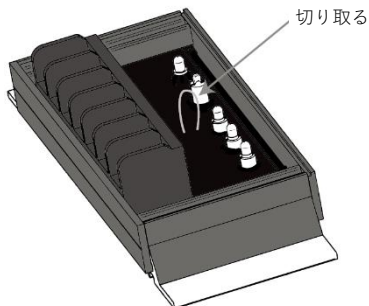

図 3.3 制御選択ケーブルを切ってください
3. エポキシ樹脂から輪になったケーブルが飛び出ています。PWM 充電からスロースイッチング充電に変更する為にはワイヤークリッパーを使用してそのケーブルを切ってください。(図 3.3 参照)